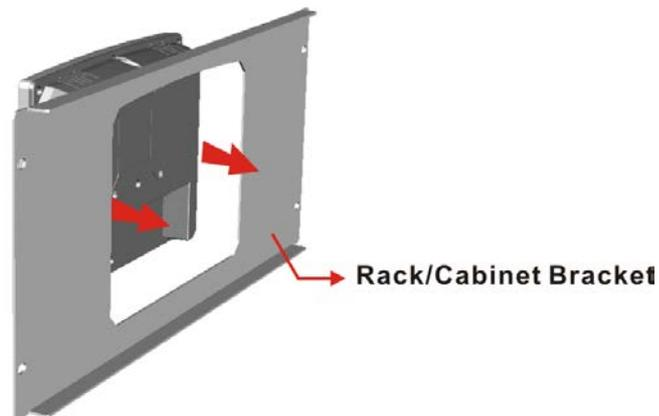

Abbildung 4-17: Halterahmen für Schaltschrankmontage
Schritt 1: Setzen Sie den Touch Panel PC in die Öffnung der Halterung, so dass der Rahmen bündig auf der Halterung aufliegt (**Abbildung 4-17**).